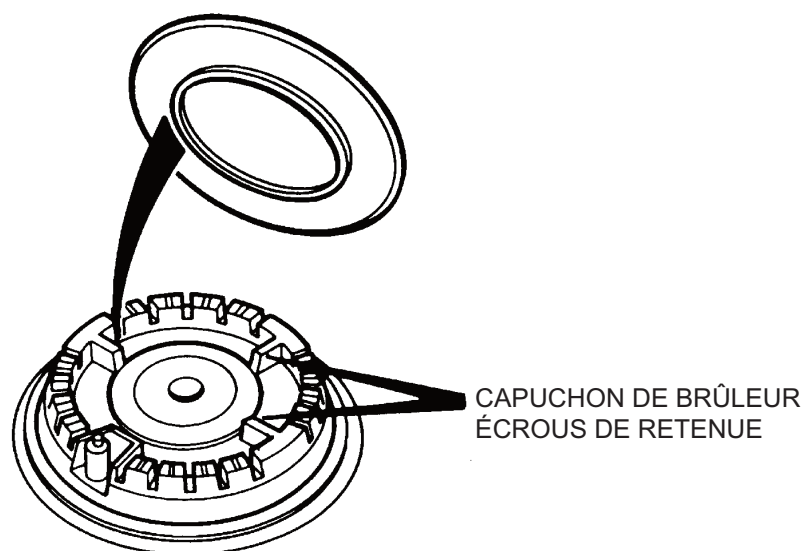

Fig. 15
- 7 Réassemblez dans l'ordre inverse en vous assurant de bien placer les têtes et capuchons des brûleurs, et en vous assurant que les électrodes ne sont pas endommagés. (Voir Figs 15, 15a, 15b).